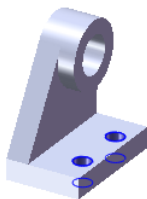
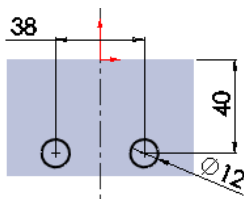

图 3.28.8 切除-拉伸 4
图 3.28.9 横断面草图
Step5. 创建图 3.28.8 所示的零件特征——切除-拉伸 4。选择下拉菜单 **插入(I)** **→** **切除(C)** **→** **拉伸(E)** 命令；选取前视基准面为草图基准面，绘制图 3.28.9 所示的横断面草图；在“拉伸”对话框 **方向1** 区域下单击按钮 （即反方向），下拉列表中选择 **完全贯穿** 选项；单击对话框中的  按钮，完成切除-拉伸 4 的创建。